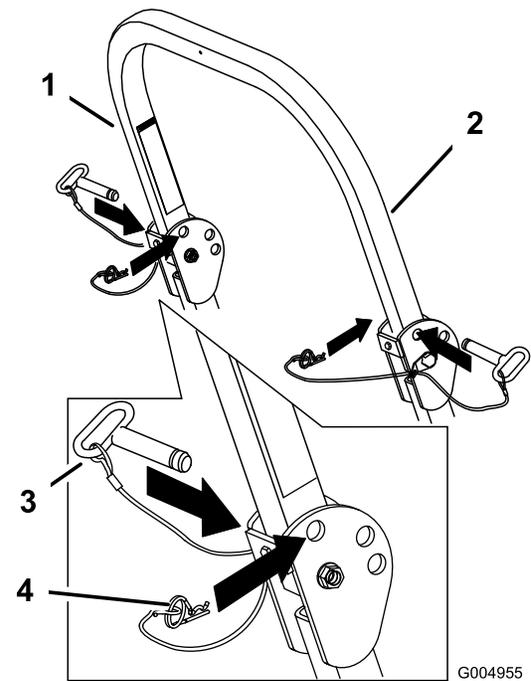

Figura 9
1. Togliete le spine delle coppiglie e le 2 spine (Figura 9).
3. Montate le 2 spine e fissatele con le spine delle coppiglie (Figura 9).
4. Per alzare il roll bar togliete la spina della coppiglia e le 2 spine (Figura 9).
5. Alzate completamente il roll bar e montate le 2 spine, quindi fissatele con le spine delle coppiglie (Figura 9).